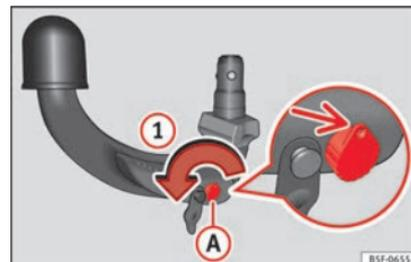

Fig. 226 Passaggio 1
- Girare la chiave nel senso della freccia ① finché la parte bucata raggiunge la sua posizione superiore »» fig. 226.